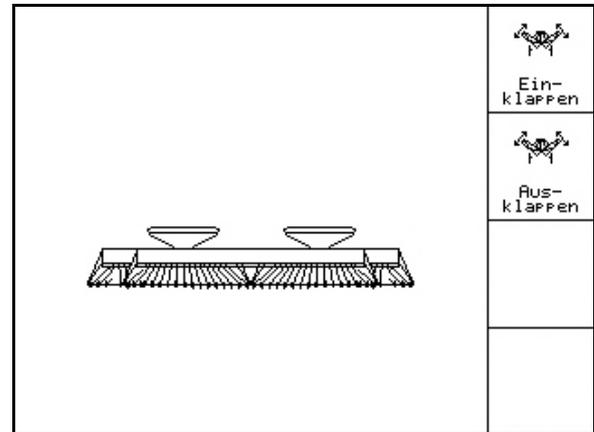

Fig. 63
-  Cambiar al submenú Plegado (Fig. 63).